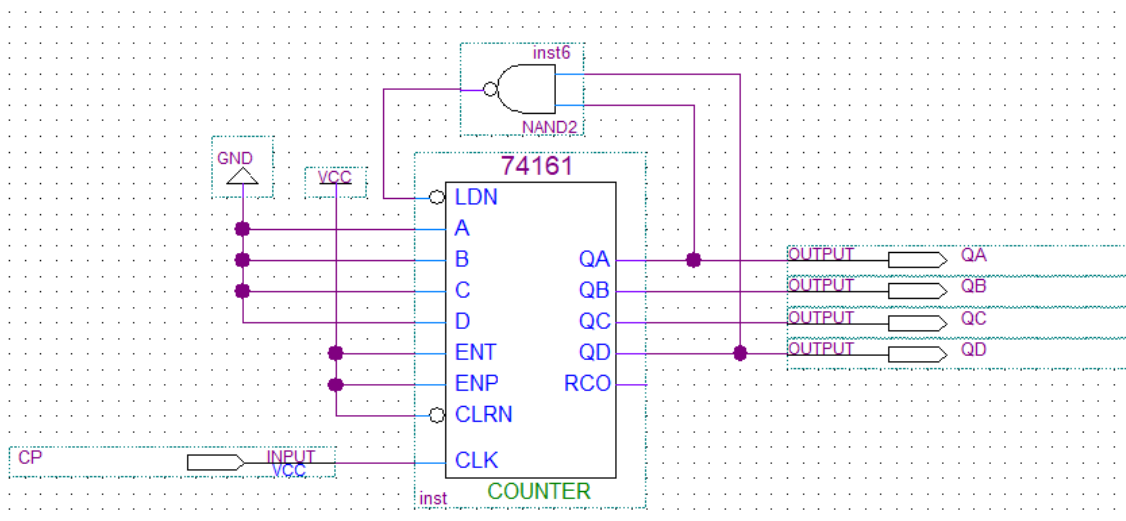

图 1 模 10 计数器
- ③ 按照图 1 连接逻辑电路图，CP 接时钟的脉冲信号；QA、QB、QC 和 QD 接输出信号的数码显示管；
- ④ 逻辑功能测试
(2) 实验现象